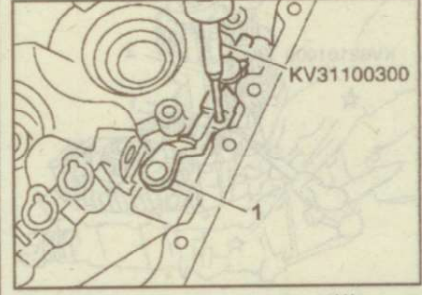

Рис. 9.147. Установка рычага (1) переключения передач
9. Установите чехол, тягу и рычаг переключения передач на картер сцепления (рис. 9.147). Установите опорный палец рычага селектора.